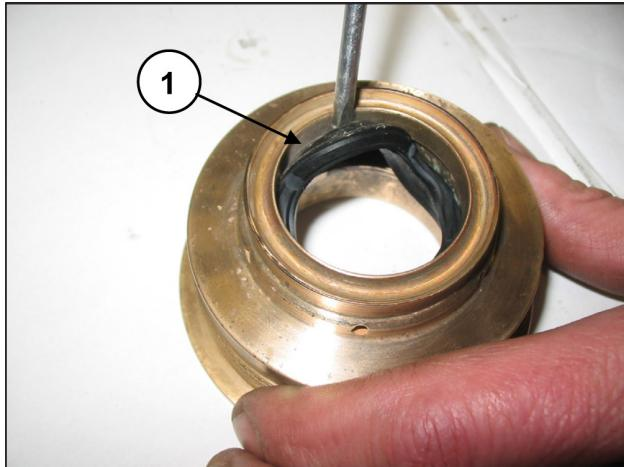

Рис. 173
Для снятия уплотнения для низкого давления необходимо использовать толщиномер или другой инструмент, который не может повредить гнездо опоры уплотнений (поз. ①, Рис. 173).